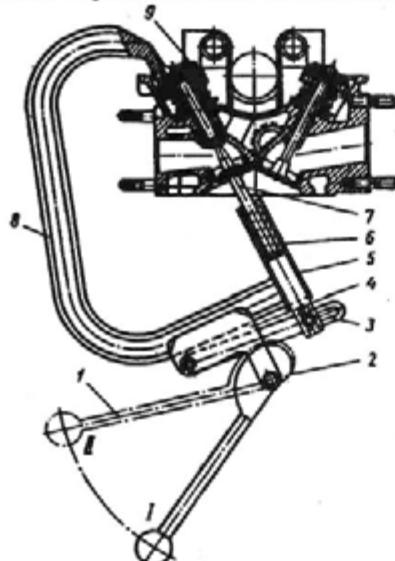

Рис. 25. Съемник клапанов:
- с помощью съемника (9680—2449) снимите клапаны, подлежащие разборке. Для этого перед установкой съемника на головку цилиндров рычаг 1 (рис. 25) переведите в положение I, при этом шток 7 под действием пружины 6, расположенной в направляющем цилиндре 5, переместится вниз.